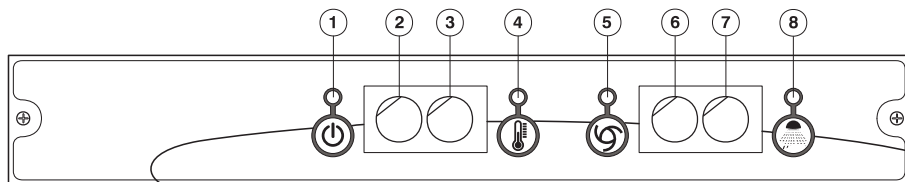

Fig. 14b
3. se in dotazione, azionare la pompa di scarico tenendo premuto il PULSANTE POMPA DI SCARICO (7) (fig. 14b, pagina 21)